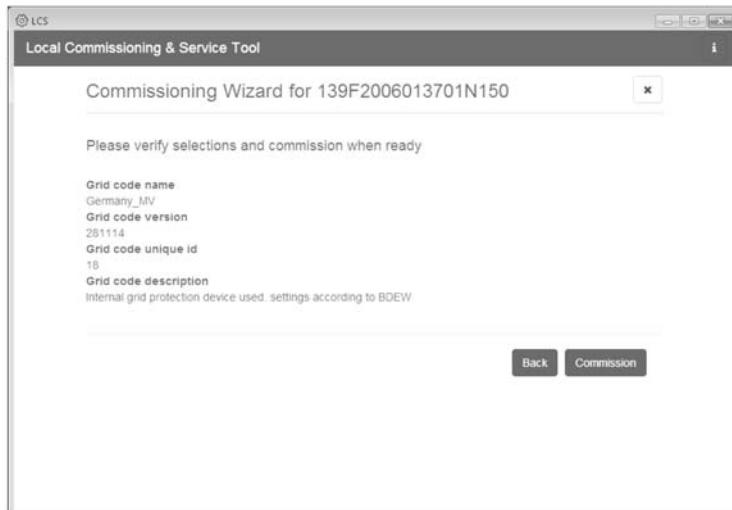

Figure 5.7 LCS-Tool - Vérification du pays et du code réseau
9. Le LCS-Tool invite à confirmer le pays et le code réseau sélectionnés. Voir figure 5.7. Une configuration incorrecte peut être modifiée à l'aide du bouton [Back] et en changeant les réglages dans les fenêtres précédentes.